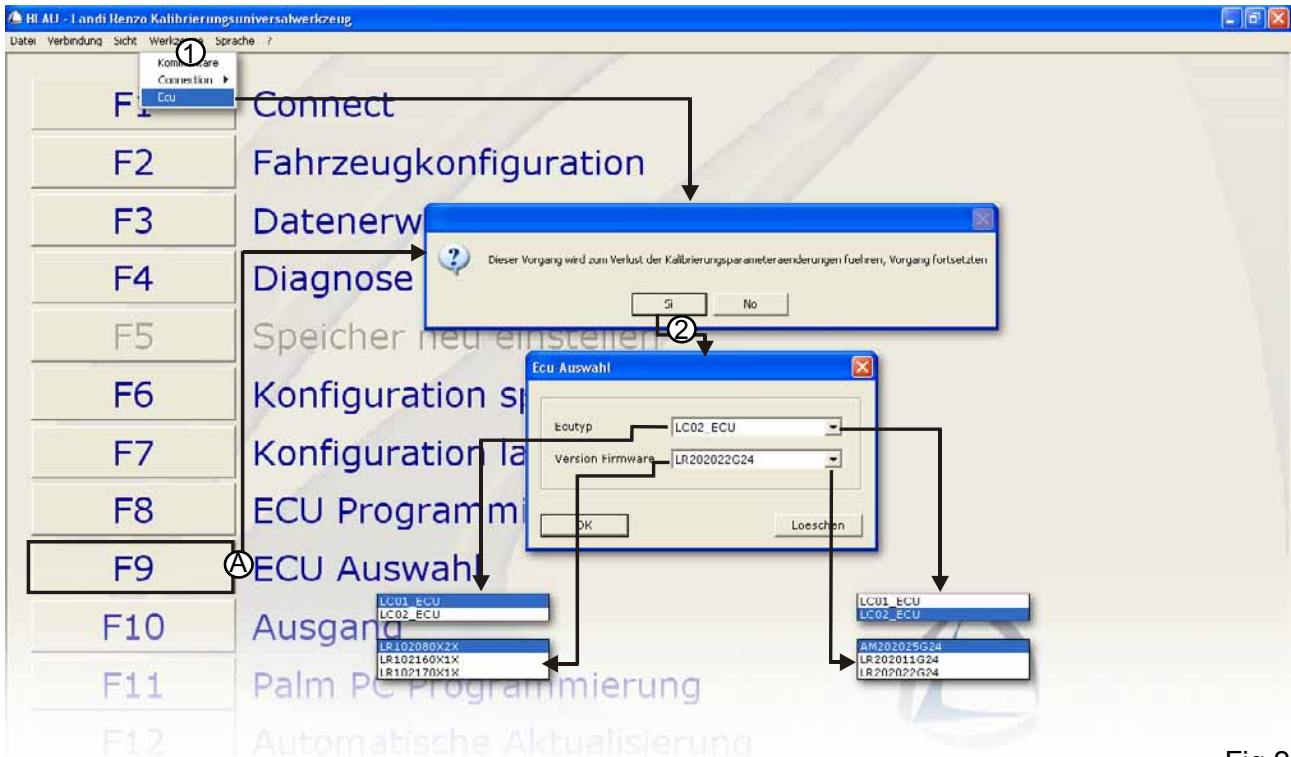

Fig.2
Im Einstiegsbildschirm (Abb. 2) auf der Menüleiste den Eintrag "Werkzeuge" betätigen und den Eintrag "ECU" (1) auswählen. Stattdessen kann auch direkt auf die Schaltfläche F9 "ECU auswählen" (A) geklickt werden. Die beiden Vorgänge sind gleichwertig.